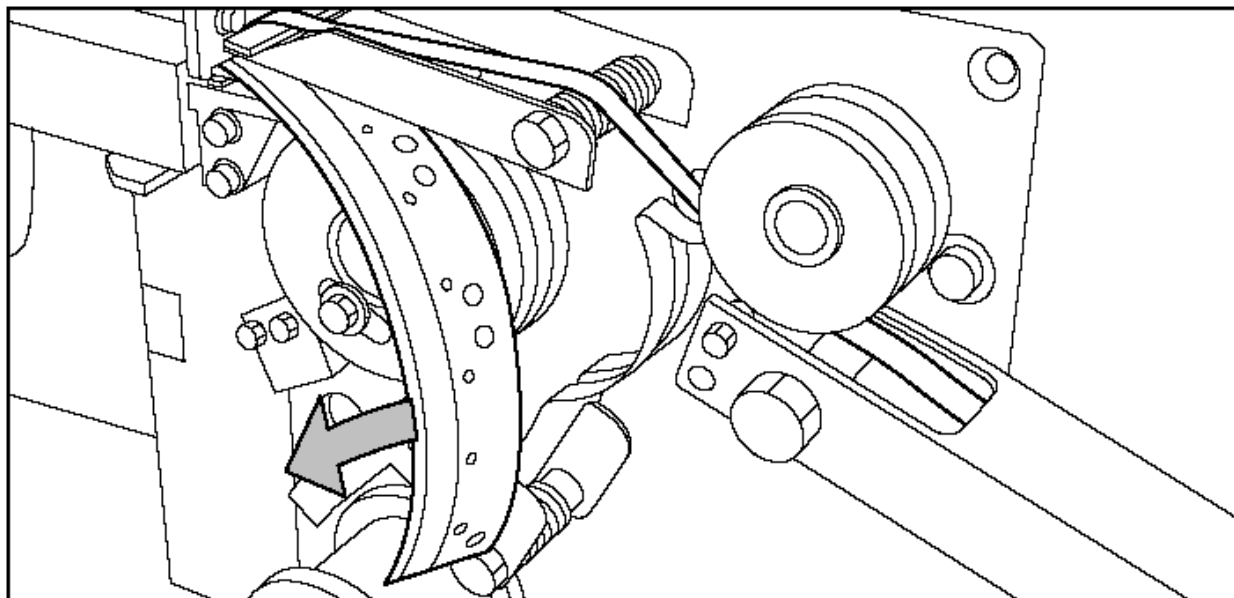

Рисунок 155. Удаление самоклеящейся ленты
5. Удалите всю самоклеящуюся ленту между роликами и ножами (смотрите рисунок 155).